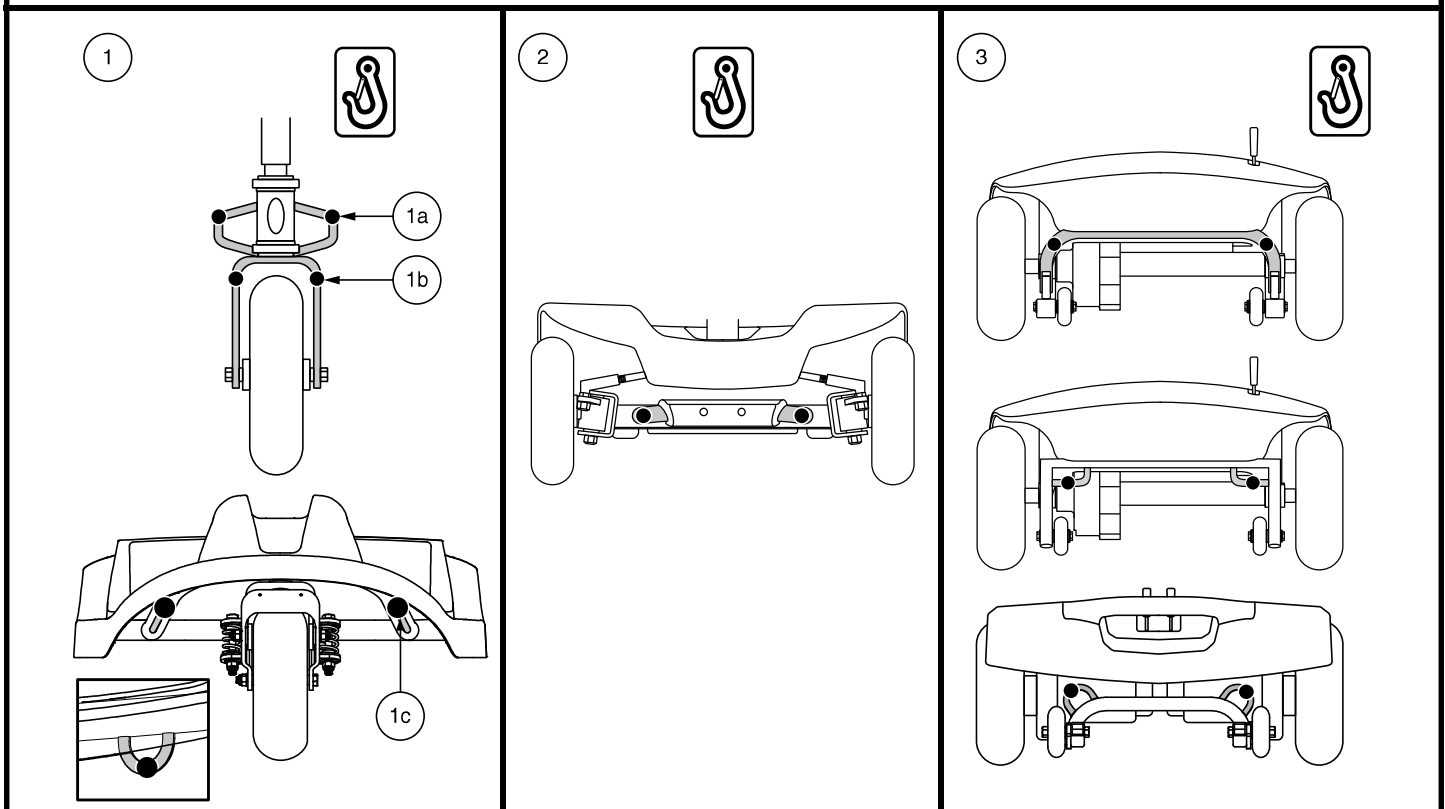

Figure 15. Points d'ancrage (Identifié avec des points noirs)
Le Travel Scooter doit toujours être ancrés face à l'avant du véhicule. Fixez les quatre (4) courroies aux points d'ancrage désignés sur le Travel Scooter. **Voir la figure 15.** Serrez bien les courroies pour retirer le jeu excessif. N'attachez jamais le Travel Scooter par ses composantes réglables ou mobiles tels que les accoudoirs, capots ou roues. Ces articles devraient être enlevés. Positionnez les points d'ancrage arrière des courroies directement derrière le Travel Scooter. Les points d'ancrage avant sont disposés plus loin de chaque côté du Travel Scooter afin d'augmenter la stabilité latérale.